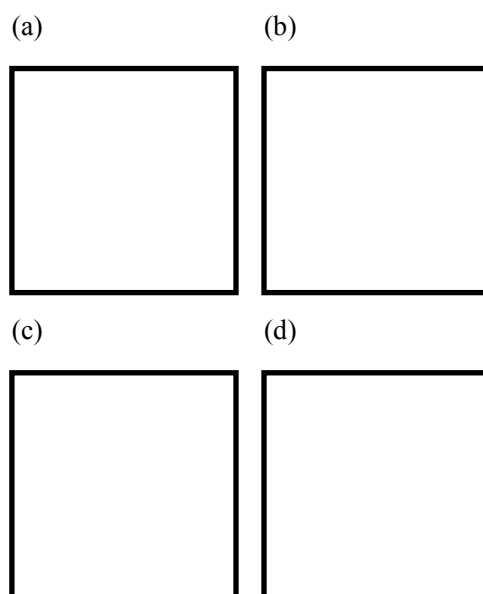

图 1-1 气体润滑轴承的分类
根据间隙内气膜压力的产生原理，气体轴承可以分为四种基本形式，其结构如图 1-1 所示。
(1) **气体静压轴承** 加压气体经过节流器进入间隙，在间隙内产生压力气膜使物体浮起的气体轴承，结构如图 1-1 (a) 所示。.....